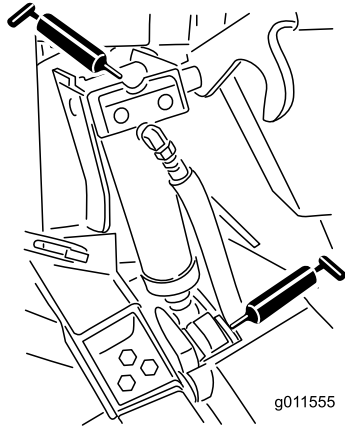

Figura 47
- Casquilhos do cilindro de elevação (4) (Figura 47)